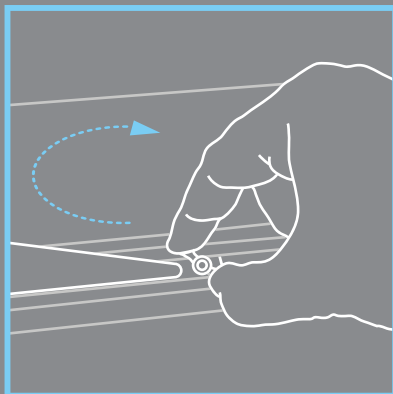

Imagen 4
- Alinea el tornillo con la placa del tornillo y apriétalo hasta que esté completamente seguro (**Imagen 4**).